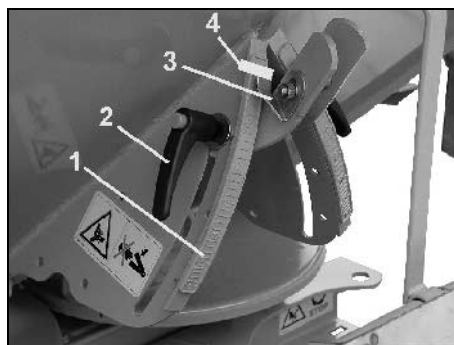

Fig. 29
- Lossa inställningsspaken (Fig. 29/2).
- Sök upp rätt spjällinställnings-/skalvärde (från såtabell eller via utmatningsprov) på skalan (Fig. 29/1) aufsuchen.
- Ställ spakarna (Fig. 29/3) så att avläsningskanten (Fig. 29/4).
- Drag åt inställningsspaken (Fig. 29/2) ordentligt.